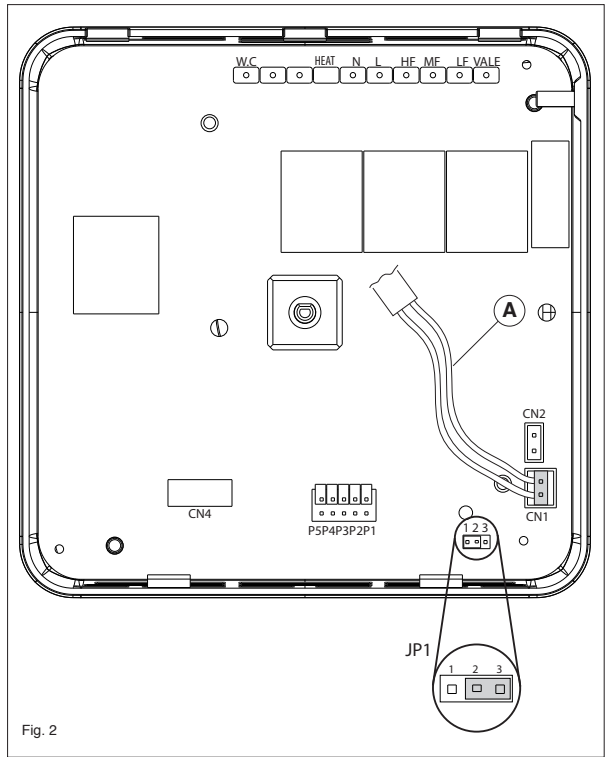

Fig. 2
- Insert the temperature sensor (Ref. A) into the corresponding CN1 connector and position jumper JP1 as shown in fig. 2.
- Führen Sie den Temperatursensor (Ref. A) in die dafür vorgesehene CN1 Verbindung ein und positionieren Sie den Jumper JP1 wie in Abbildung 2 gezeigt.
- Inserire il sensore di temperatura (Ref. A) nell'apposito connettore CN1 e posizionare il jumper JP1 come da fig. 2.
- Insérer le senseur de température (Ref. A) dans le connecteur CN1 correspondant et positionner le fil de raccord JP1 comme indiqué dans la figure 2.
- Conectar el sensor de temperatura (Ref. A) en el conector correspondiente CN1 y colocar el jumper JP1 como se muestra en la fig.2